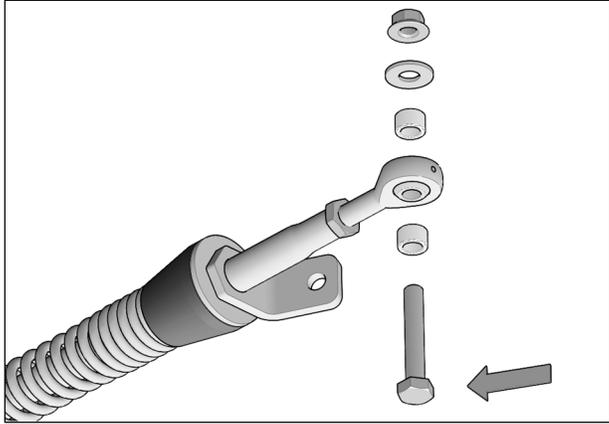

Fig. 14
3. Retirer les boulons, rondelles, espaceurs et écrous installés aux rotules des bras stabilisateurs des systèmes avant. Voir la Fig. 14